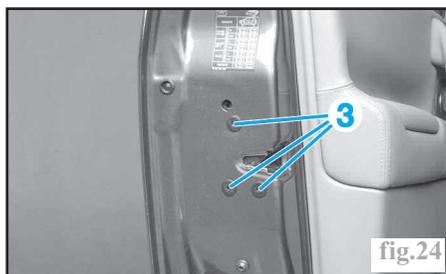

fig.24
- Dégager le module du panneau de porte en (2)
- Déposer les vis (3) (fig.24).
- les trois vis (3) (fig.24).